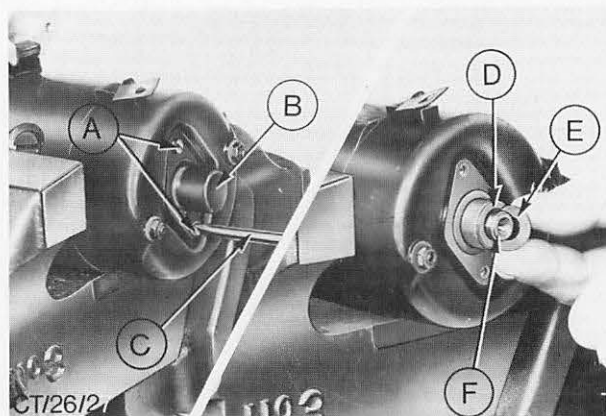

Abb. 57 A = Befestigungsschrauben – Schutzkappe
3. Beide Befestigungsschrauben der Schutzkappe am Kollektorlagerschild, „A“ in Abb. 57, entfernen und Kappe mit Gummidichtung abnehmen.
4. Fett von der Ankerwelle abwischen, dann U-Scheibe und Ausgleichscheiben vom Ende des Ankers abnehmen, Abb. 57.